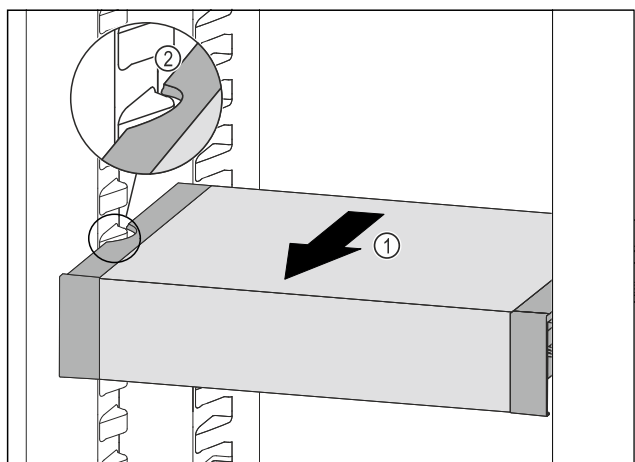

Fig. 87
- VarioSafe ťahajte dopredu Fig. 87 (1), dokým sa bočné vybrania VarioSafe nebudú nachádzať vo výške rebra nádoby v chladničke. Fig. 87 (2)